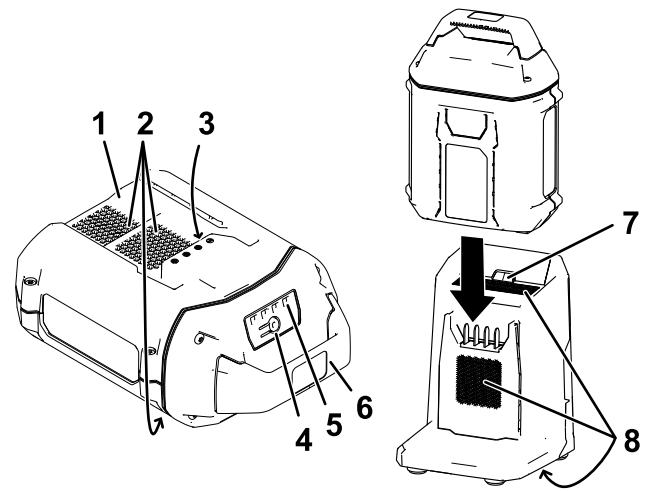

Рисунок 23
- Совместите выемку на аккумуляторной батарее (Рисунок 23) с выступом на зарядном устройстве.
- Вставьте аккумуляторную батарею в зарядное устройство до полной посадки (Рисунок 23).